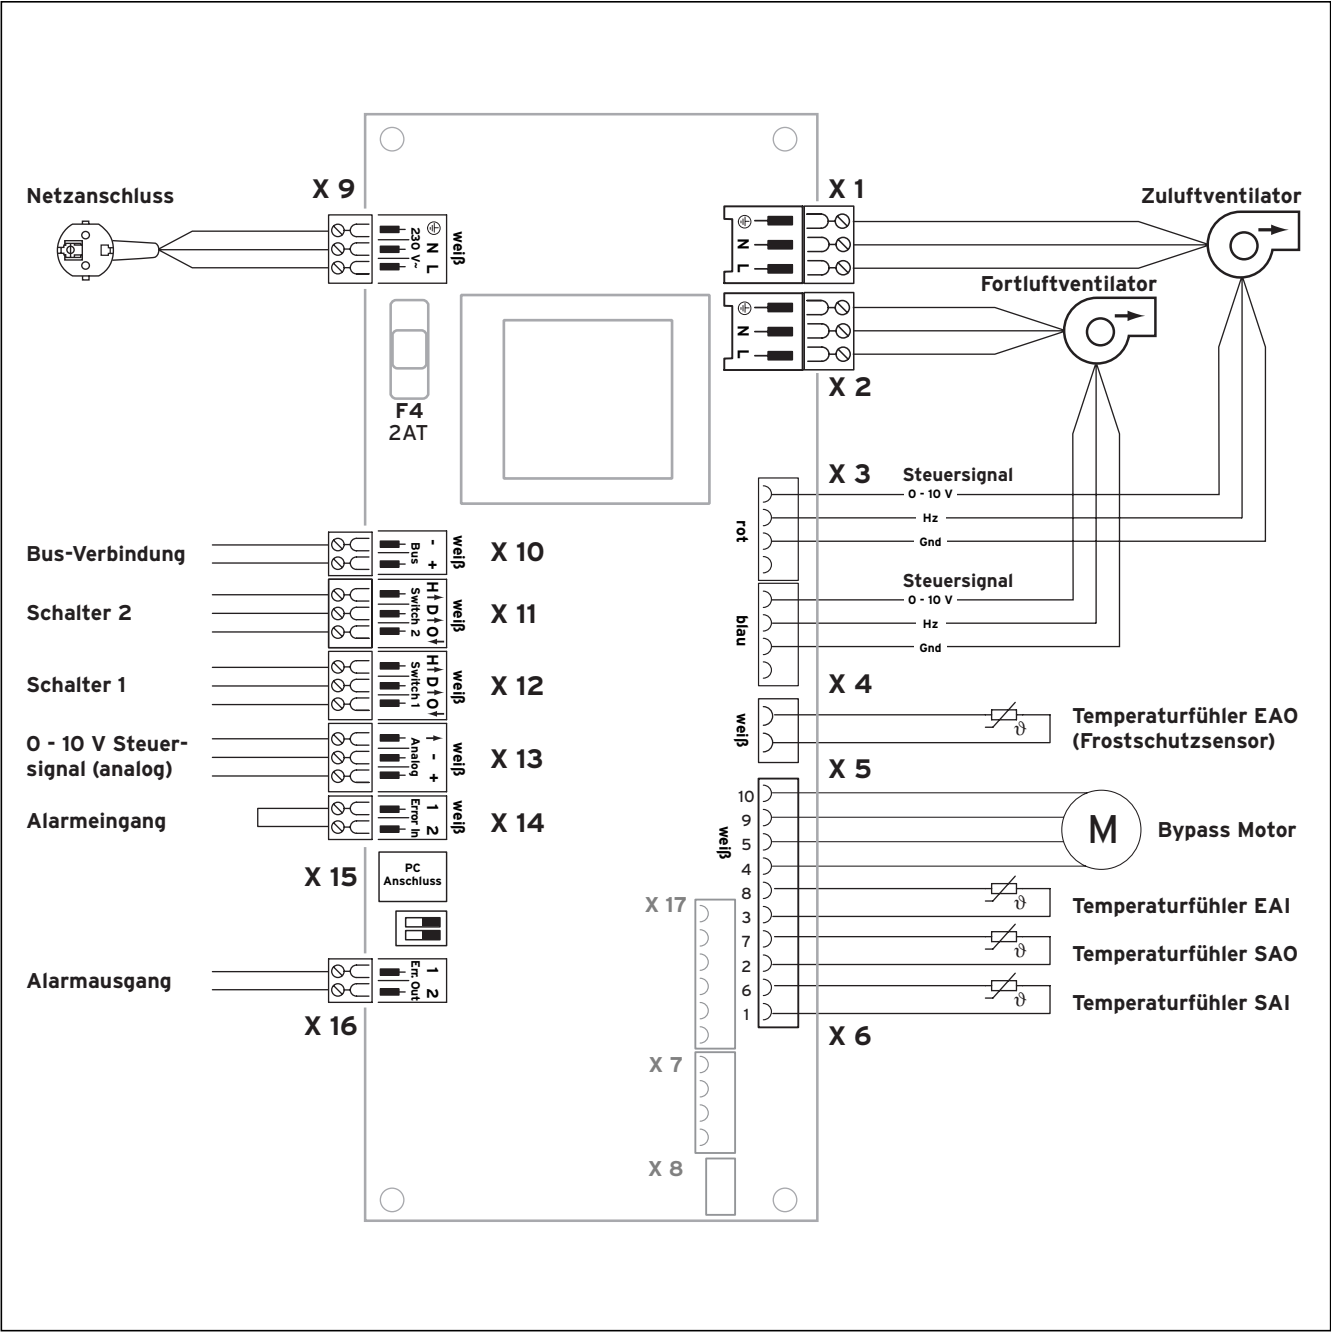

Abb. 4.13 Verdrahtungsplan
- Schließen Sie die Leitungen an den Anschluss „X 14“ (Alarめingang) gemäß Abb. 4.13 „Verdrahtungsplan“ an.
- Schließen Sie die Leitungen an den Anschluss „X 16“ (Alarmausgang) gemäß Abb. 4.13 „Verdrahtungsplan“ an.